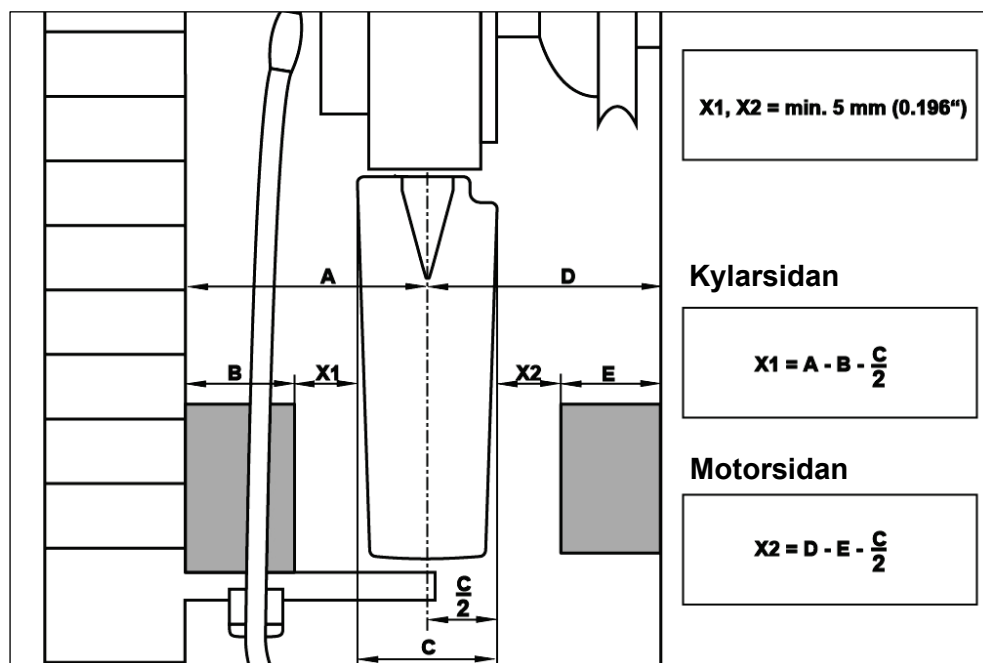

Bild 39
**33)** Mät om några objekt är i vägen (se Bild 39).